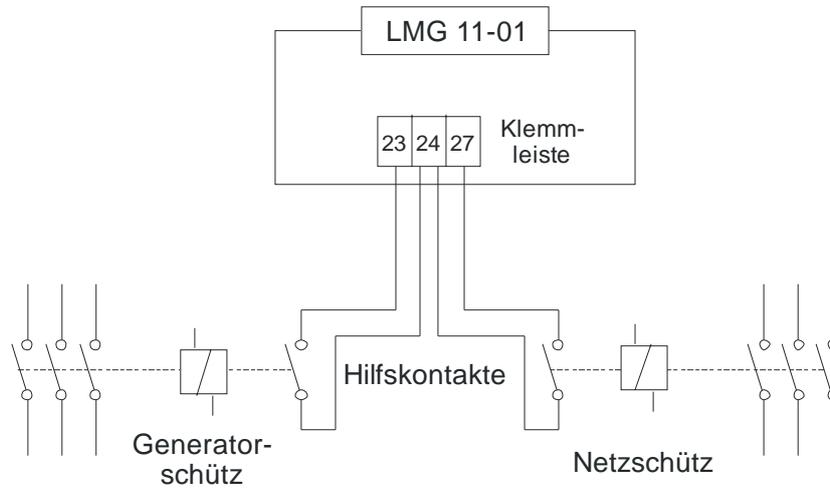

Abbildung 3: Verkabelung der Hilfskontakte von Generatorschütz und Netzschütz
8.2.3 Die potentialfreien Hilfskontakte der Netz- und Generatorschütze müssen nach Abbildung 3, Seite 8 angeschlossen werden.